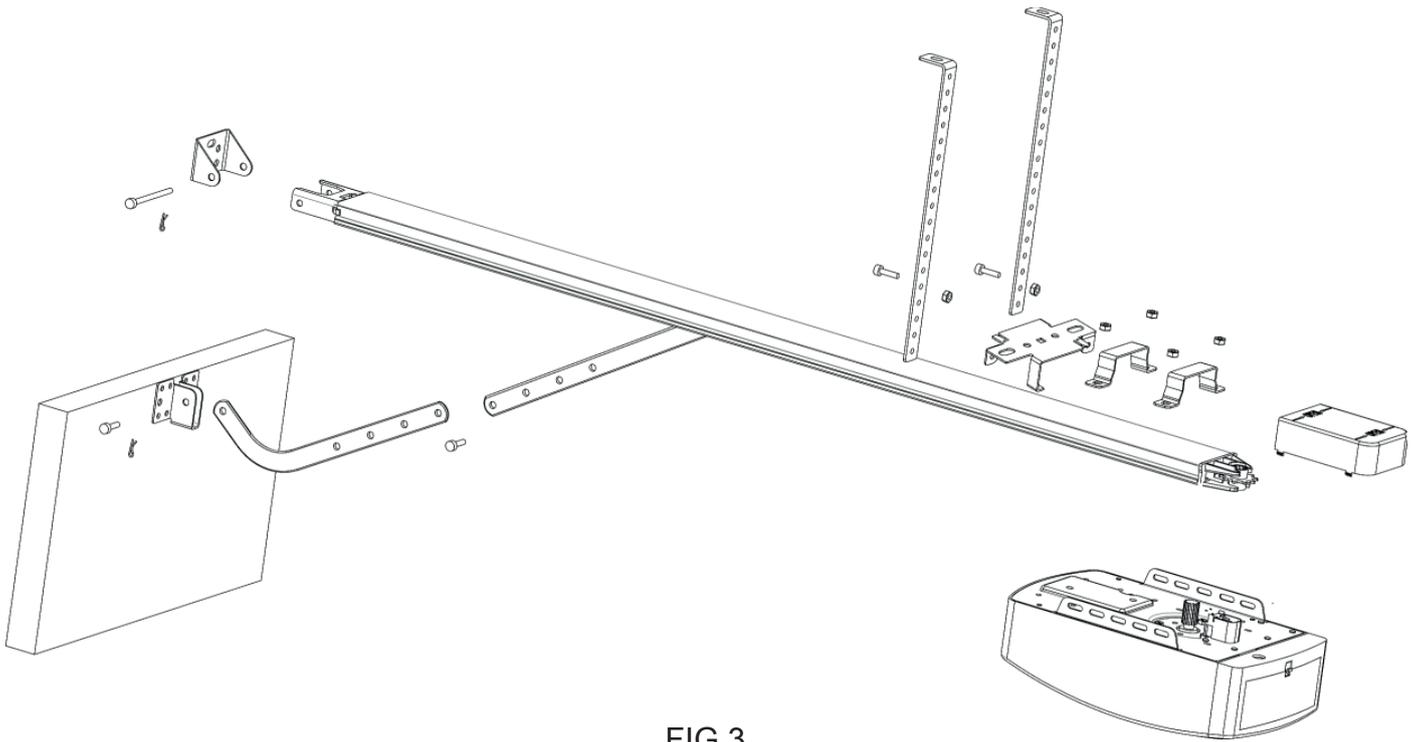
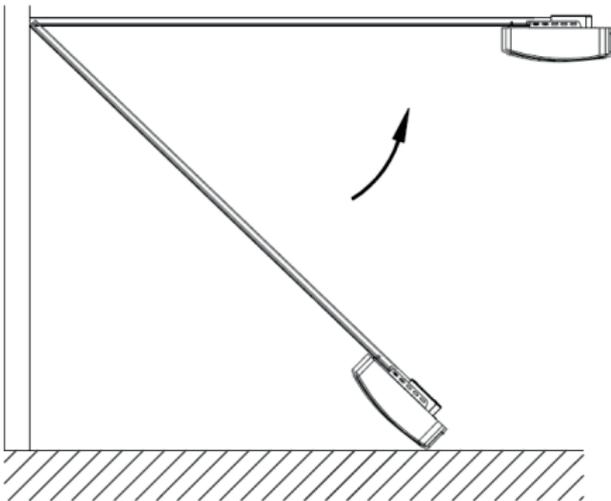

FIG.3
FIG.4
PASO1 (Fig.3) Fije la cabeza del motor a la caña de acero. Montaje de los 2 "U" Soportes colgantes con tuercas de 6mm suministradas
PASO2 (Fig. 3) Coloque la caña de acero y el conjunto de la cabeza del motor en el centro del piso del garaje, con la cabeza abierta más alejada de la puerta. Levante la parte delantera de la caña hasta el soporte de la puerta. Inserte el pasador de pivote y fijelo con el pasador de división suministrado.
PASO 3 (Fig.3, Fig.4)
PASO 4 (Fig.3, Fig.5)